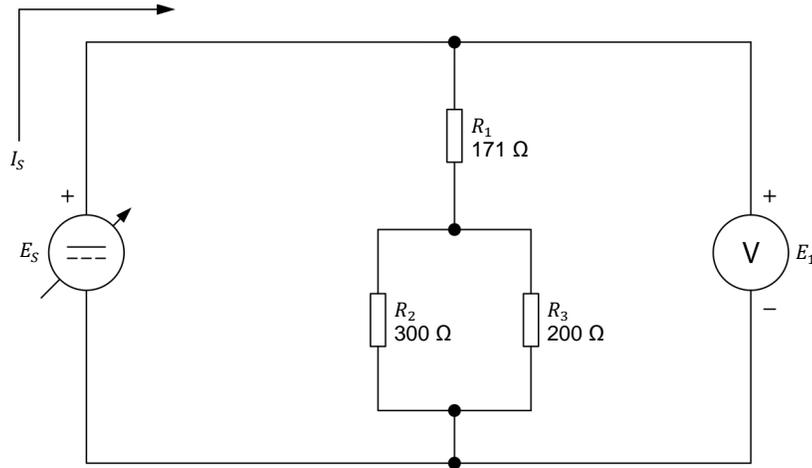

Figure 21. Déterminer la résistance équivalente de résistances connectées en série-parallelé (cas 1).
15. Montez le circuit en série-parallelé montré dans la figure 21. Pour obtenir l'arrangement de résistances dans la figure 21, effectuez la ou les connexion(s) et réglage(s) des commutateurs nécessaire(s) sur le module *Charge résistive*.
16. Calculez la résistance équivalente $R_{Eq.}$ des résistances en série-parallelé R_1 , R_2 et R_3 dans la figure 21.
4. Reportez-vous à la figure 21. Assumez que les résistances R_1 , R_2 et R_3 ont une valeur de $300\ \Omega$, $171\ \Omega$ et $200\ \Omega$, respectivement. Si une résistance supplémentaire de $100\ \Omega$ est connectée aux bornes de ces résistances, la résistance équivalente augmentera-t-elle, diminuera-t-elle ou restera-t-elle égale ? Pourquoi ?